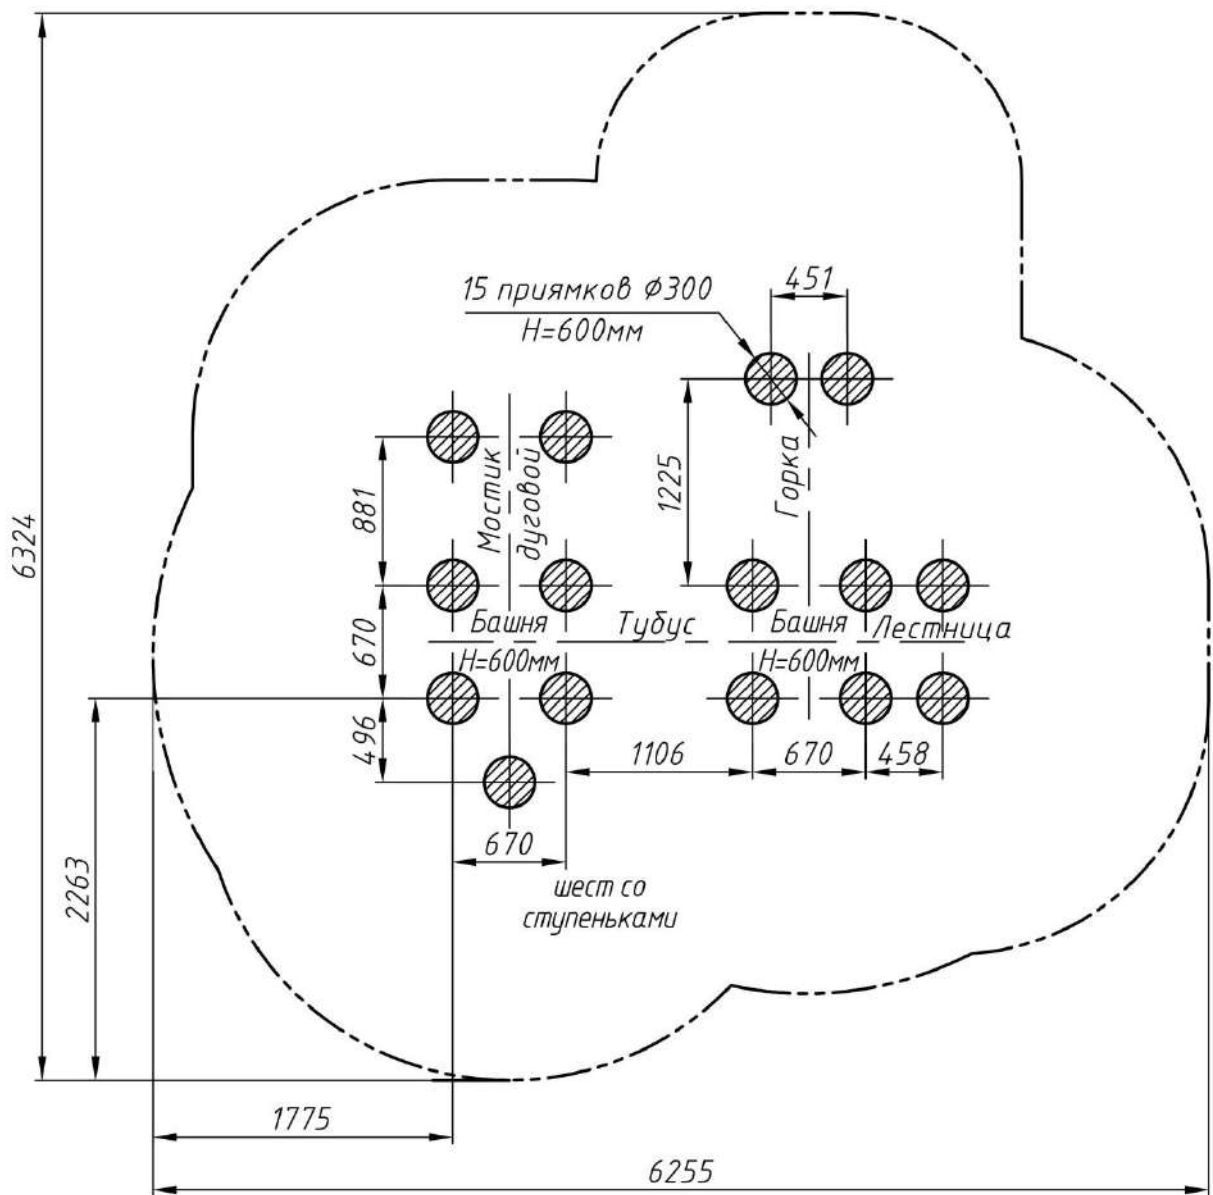

Рис.3 План фундамента игрового комплекса РТР 16-05А
12.6. Монтаж заключается в сборке составных модулей и деталей игрового комплекса с последующим бетонированием металлических столбов в заранее подготовленные приямки. Фундаментные приямки выполняются в соответствии с планом фундамента (рис. 3).